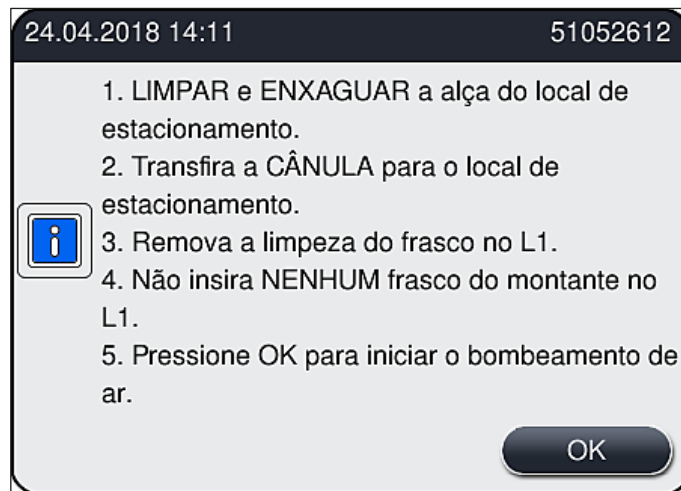

Fig. 105
4. Observe a próxima mensagem de informações que aparece (→ Fig. 105) contendo instruções e confirme com o botão **Ok**.